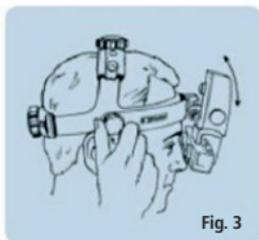

Fig. 3
Para la alineación vertical de los oculares y el bloque binocular (O), ajuste la altura del soporte frontal exterior de metal (C) si es necesario utilizando el mando de tensión de la banda frontal (D) y/o el mando de ángulo del oftalmoscopio (E), situado en los lados del cabezal (fig. 3).